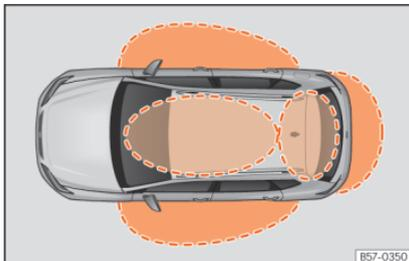
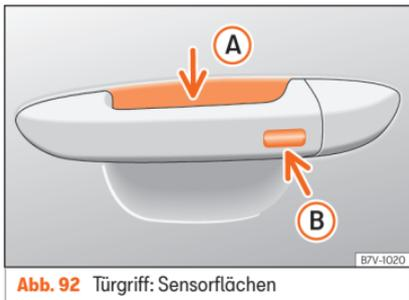

Abb. 91 Keyless Access: Näherungsbereiche.
Abb. 92 Türgriff: Sensorflächen
»» Abb. 92
Keyless Access ist ein schlüsselloses Start- und Schließsystem, mit dem das Fahrzeug ohne aktive Fahrzeugschlüsselbenutzung ent- bzw. verriegelt werden kann. Dazu müssen sich lediglich ein gültiger Fahrzeugschlüssel im Erfassungsbereich für den Zugang zum Fahrzeug befinden »» **Abb. 91** und eine der Sensorflächen an den Türgriffen »» **Abb. 92** berührt oder der *Softtouch*/Haltegriff der Heckklappe betätigt werden »» **Seite 116** »» **!**
Befindet sich ein gültiger Schlüssel in einem der Funktionsbereiche »» **Abb. 91**, erteilt das schlüssellose Schließ- und Startsystem Keyless Access diesem Schlüssel eine Zugangsberechtigung, sobald eine der Sensorflächen an den Vordertürgriffen oder der *Softtouch*/Haltegriff an der Gepäckraumklappe betätigt wird.
- Umfassen Sie einen der Griffe an den Vordertüren. Dabei wird die Sensorfläche »» **Abb. 92 (A)** (Pfeil) im Türgriff berührt und das Fahrzeug entriegelt sich.
- Berühren Sie *einmal* die Verriegelungssensorfläche »» **Abb. 92 (B)** (Pfeil) am Griff an einer der Vordertüren. Die Tür, an welcher der Griff betätigt wird, muss geschlossen sein.
- Berühren Sie *einmal* die Sensorfläche »» **Abb. 92 (B)** (Pfeil) am Griff an einer der Vordertüren. Das Fahrzeug ist mit der „Safe“ »» **Seite 111**-Sicherheitssystem verriegelt. Die Tür, an welcher der Griff betätigt wird, muss geschlossen sein.
- Berühren Sie *zweimal* die Sensorfläche »» **Abb. 92 (B)** (Pfeil) am Griff an einer der Vordertüren, um das Fahrzeug zu verriegeln, ohne das Sicherheitssystem „Safe“ zu aktivieren »» **Seite 111**.
Wenn sich ein gültiger Fahrzeugschlüssel in der Nähe »» **Abb. 91** der Heckklappe befindet, entriegelt die Heckklappe beim Öffnen des verriegelten Fahrzeugs.
- Berühren Sie die Schließtaaste  auf dem Funkschlüssel und berühren Sie einmal innerhalb von 5 Sekunden die Verriegelungssensorfläche am Fahrertürgriff »» **Abb. 92 B**. Greifen Sie nicht am Türgriff, da sich das Fahrzeug sonst nicht verriegelt. Die Deaktivierung kann auch erfolgen, wenn das Fahrzeug über Fahrertürschloss verriegelt wird.
Um mit der **Komfortfunktion** alle elektrischen Seitenfenster und das Glasdach zu schließen, legen Sie einige Sekunden einen Finger auf den Verriegelungssensorfläche »» **Abb. 92 B** (Pfeil) am Türgriff, bis die Seitenfenster und das Dach geschlossen sind.
Die Sensoren der Türgriffe können durch einen Wasser- oder Hochdruckdampfstrahl aktiviert werden, sofern sich ein gültiger Schlüssel in der Nähe befindet. Ist mindestens eines der elektrisch betriebenen Seitenfenster geöffnet und wird die Sensorfläche »» **Abb. 92 B** (Pfeil) an einem der Türgriffe permanent aktiviert, schließen sich alle Fenster.